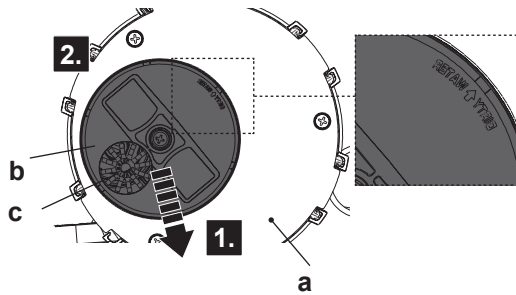

Fig.2
1. Løft funksjonsdekselet (b) slik at det kobles ut, og vri det deretter 180° (fig. 2) slik at inntaket for rent vann (c) blir stående i motsatt posisjon av midten (fig. 2).